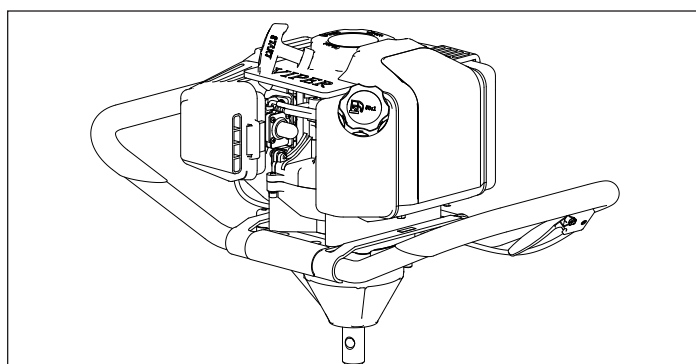

Figura 6
6. Vuelva a colocar la cubierta del filtro de aire de modo que encaje completamente en su lugar y que esté asegurada con las lengüetas de retención. Tire levemente de la cubierta para verificar que esté fijada de manera segura. Si la cubierta no se mueve al tirar de ella, está segura. **CONSULTE LA FIGURA 6.**